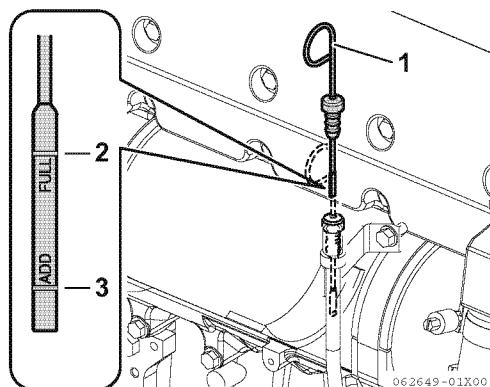

Figure 6
- Enlevez la jauge (**Figure 6, (1)**) et nettoyez-la avec un tissu propre.
- Enlevez la jauge. Le niveau de l'huile doit être compris entre les lignes supérieure (**Figure 6, (2)**) et inférieure (**Figure 6, (3)**) de la jauge.
- Remplissez avec de l'huile jusqu'à la limite supérieure (**Figure 6, (2)**) sur la jauge (**Figure 6, (1)**).